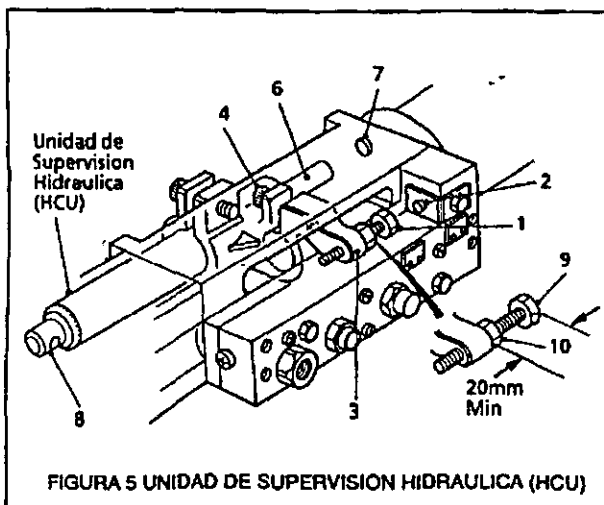

FIGURA 5 UNIDAD DE SUPERVISION HIDRAULICA (HCU)
PREPARACION DE LA OPERACION DE TALADRADO (Ver la figura 5)
Usar (9) en la figura 5 para regular definitivamente la profundidad.
Inmovilizar usando (10) en la figura 5.
El final del macho de roscar DEBE estar por lo menos a 14mm sobre el bloque de prueba, para permitir el recorrido de engrane inversor del cabezal roscador. Ajustar la separación entre (2) y (3) de la figura 5, para igualar la profundidad de roscado ADEMÁS de la distancia del macho sobre la pieza.